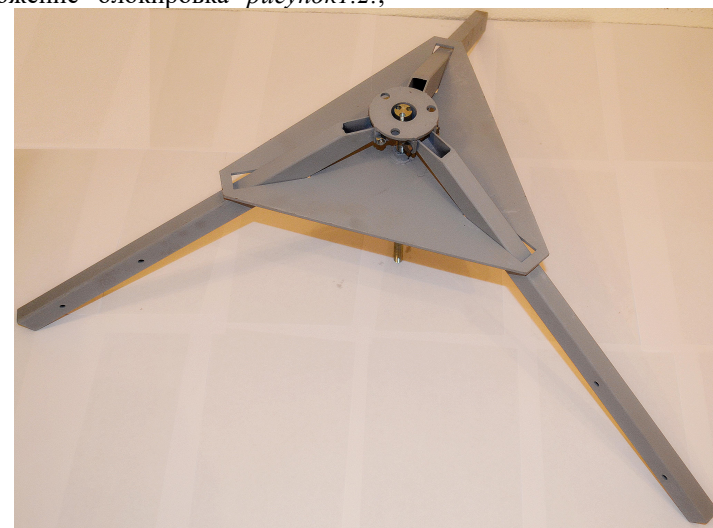

Рисунок 1.2 - УЗЛ-3Р в положение “блокировка”
- при вращении вала по часовой стрелке раздвигаются и упираются в конструктивные элементы колодца, тем самым обеспечивая установку УЗЛ-3Р в положение “блокировка” *рисунок 1.2.*;